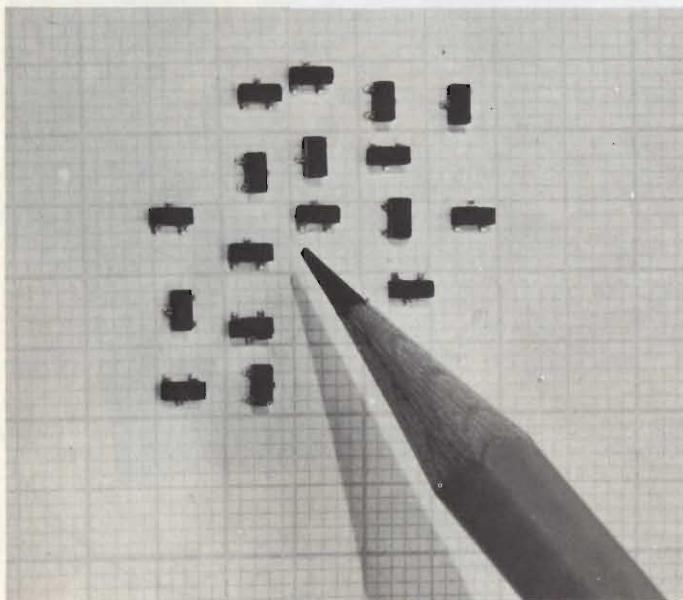

Fig. 144 - Alcuni tipi di transistori miniatura (SOT-23) solitamente montati su un circuito integrato ibrido a film sottile (Philips).
**Subminiatura**, esecuzione a dimensioni molto ridotte di un dato componente elettronico. Nel campo dei semiconduttori esistono diodi e transistori subminiatura come quelli montati nei circuiti integrati ibridi a film sottile e spesso (fig. 144).